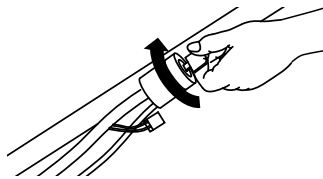
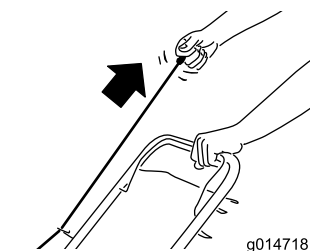

Figure 16
Figure 17
2. Tournez la clé de contact (modèles à démarrage électrique uniquement ; voir Figure 16) ou tirez la poignée du lanceur (Figure 17).